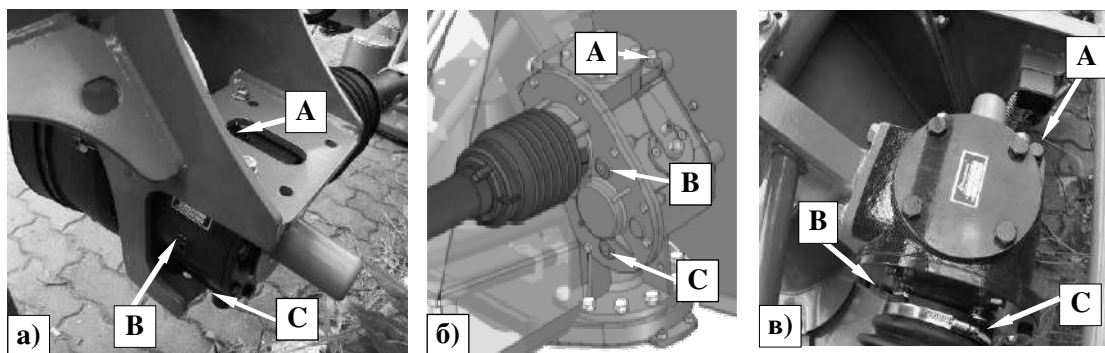

Рис. 40. Количество заливаемого масла в угловых передачах
Ежедневно перед работой следует проверить уровень масла и в случае необходимости пополнить его, впервые выкручивая пробку **A** (Рис. 40 а,б,в) в верхней части передачи. Уровень масла проверяем выкручивая контрольную пробку **B** сбоку передачи. Если масло слишком мало, следует пополнить его до момента появления масла в контрольном отверстии **B**. Количество масла в передачах 090-02.111.LS, 110-01.111.L, 054-02.10CB.R, 095-07.1FL.RS составляет ок.1литр (Рис. 40 а,в), а в передачи 052-02.0100AB.L составляет 2,5 литра (Рис. 40б). Уровень масла проверяем после установки режущего бруса горизонтально на поверхности. Пробка **C** предназначена для спуска масла.
- Слить масло из передачи откручивая сливную пробку **С** (Рис. 40),